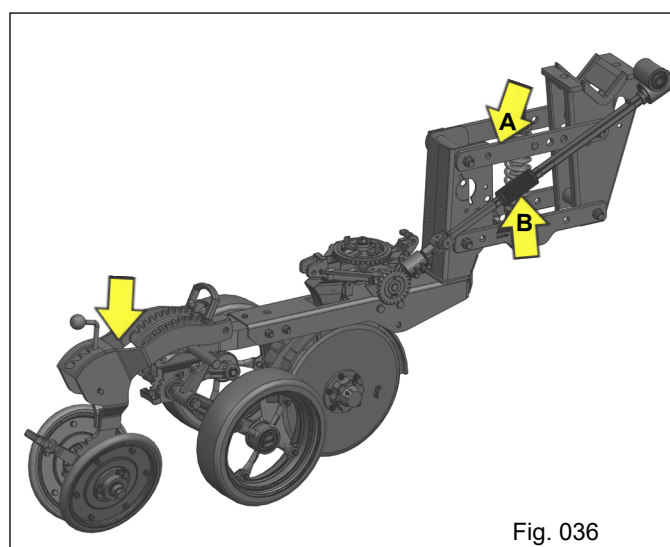

Fig. 036
b) Fixe os braços superiores do pantógrafo "A" (Fig. 036), unindo o quadro ao suporte da linha longa, observando simultaneamente a montagem da mola dupla.
c) Monte o cardan telescópico "B" (Fig. 036), observando o acoplamento na caixa em cruz de acionamento do distribuidor de sementes. Observe que existem bases com sistema de acionamento à direita e à esquerda.
d) Monte o conjunto do bloco com o depósito de sementes na base do sistema distribuidor (Fig. 036).
e) Em seguida, monte os compactadores flutuantes em "V" das unidades semeadoras curtas (Fig. 036).